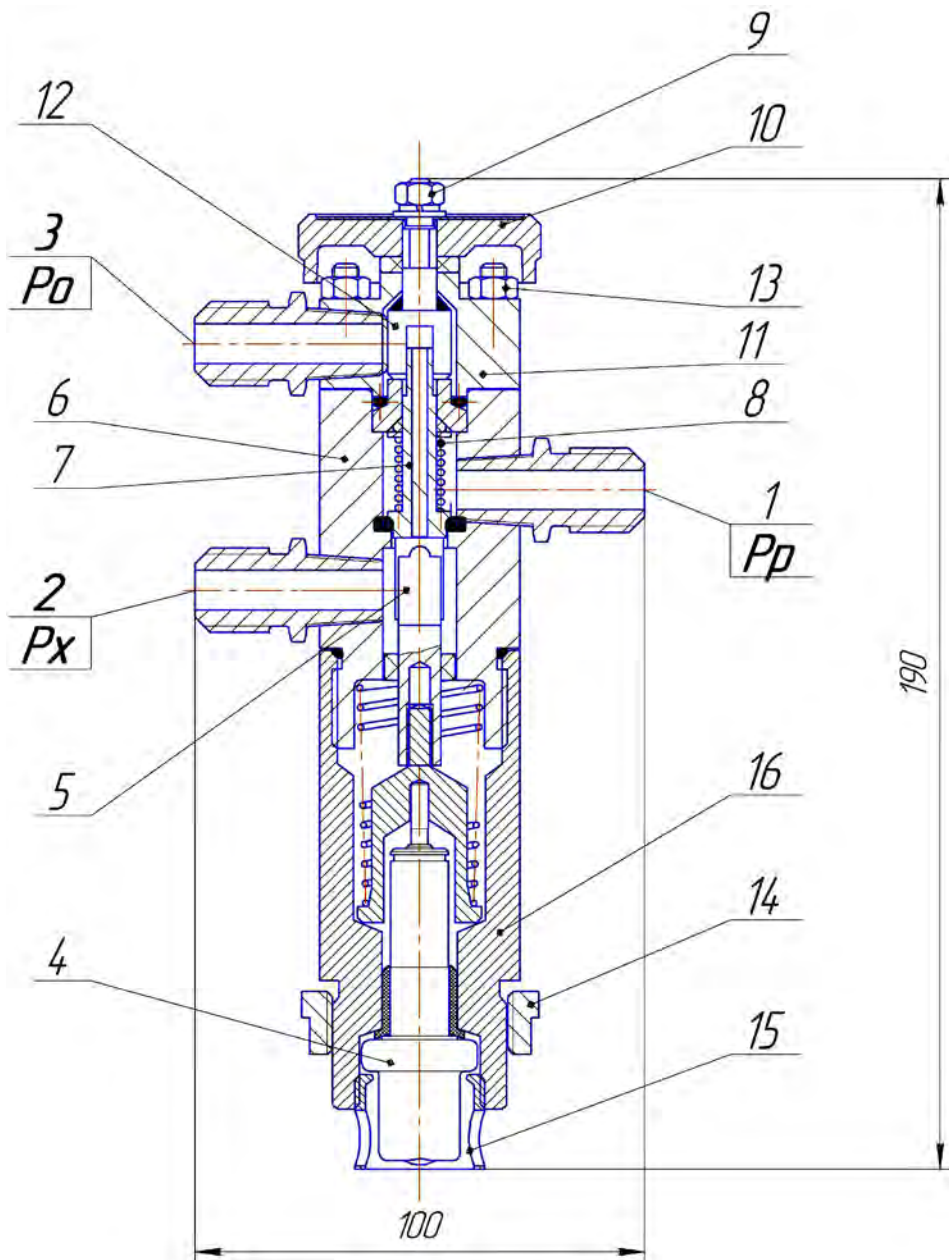

Рис. 1 Преобразователь температуры ПТ-1-1
Преобразователь состоит из корпуса 6 и 11 (рис.1), в нижней части которого расположен чувствительный элемент (термобаллон) 4.
Преобразователь монтируется на трубопроводе посредством бобышки диаметром 45 мм с внутренней резьбой G"1 приваренной к трубопроводу (рис 2). Бобышка 14 поставляется вместе с прибором (рис.1).
- открыть вентиль на линии подачи и вращением в разные стороны колпачка 10 (рис. 1) определить по манометру на клапане наличие командного давления P_x . Отсутствие изменения командного давления P_x указывает на наличие неисправности.